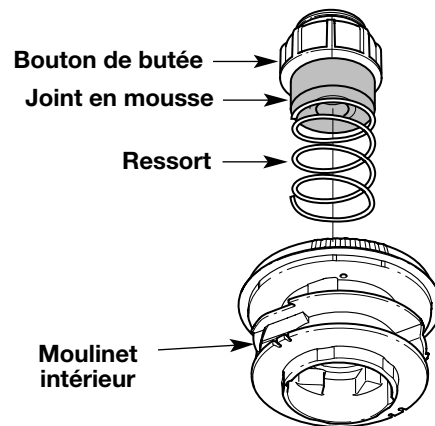

Fig. 20
1. Retirez le bouton de butée, le ressort et le joint en mousse en tournant le bouton de butée à gauche (Fig. 20).
4. Maintenez le moulinet intérieur et installez le bouton de butée, le ressort, et le joint en mousse en poussant le bouton de butée vers le bas et en le tournant à droite. Saisissez les extrémités et tirez fermement pour dégager le fil des fentes de retenue du moulinet intérieur (Fig. 20).